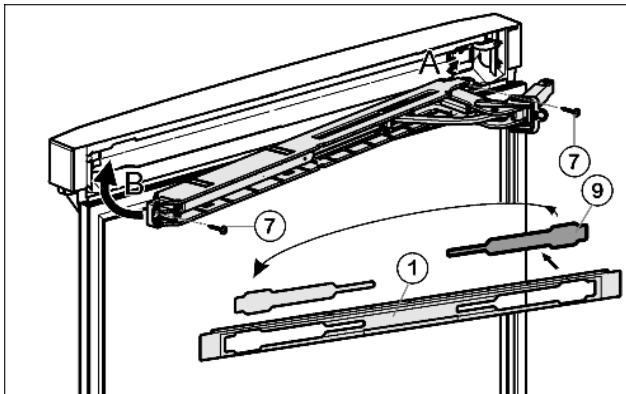

Fig. 23
- ▶ Desserrer le cache Fig. 23 (9) hors du panneau Fig. 23 (1) et le remettre en place de l'autre côté.
- ▶ Encliqueter l'unité supérieure d'amortisseurs de fermeture avec l'articulation du côté charnière (A) et la guider pour la repositionner (B).
- ▶ Visser l'unité de l'amortisseur de fermeture. (2 x Torx 15) Fig. 23 (7)